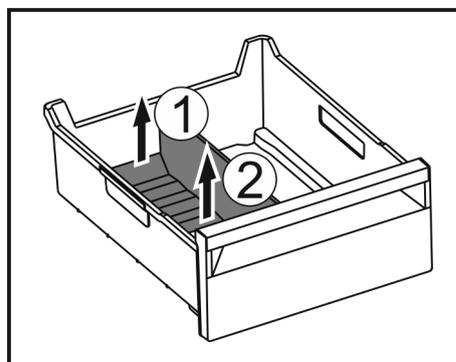

Fig. 66
- ▶ Soulever la partie arrière du séparateur de congélateur. Fig. 66 (1)
- ▶ Retirer le séparateur de congélateur par le haut. Fig. 66 (2)